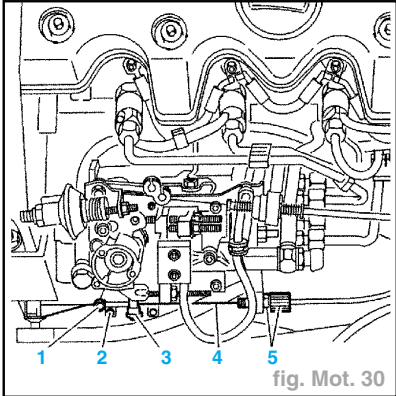

fig. Mot. 30
- Amener le levier (3) en contact avec la vis (2) (fig. Mot. 30).
- Agir sur la vis (2) pour obtenir le régime de ralenti accéléré : **1100 ± 100 tr/min**